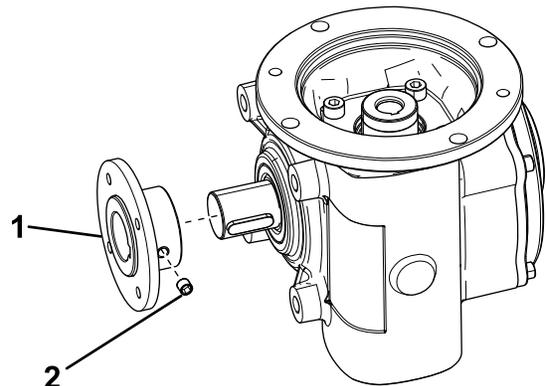

Bild 5
- Schieben Sie die Kupplung auf die Getriebewelle und sichern Sie diese mit einer Stellschraube (Bild 5).